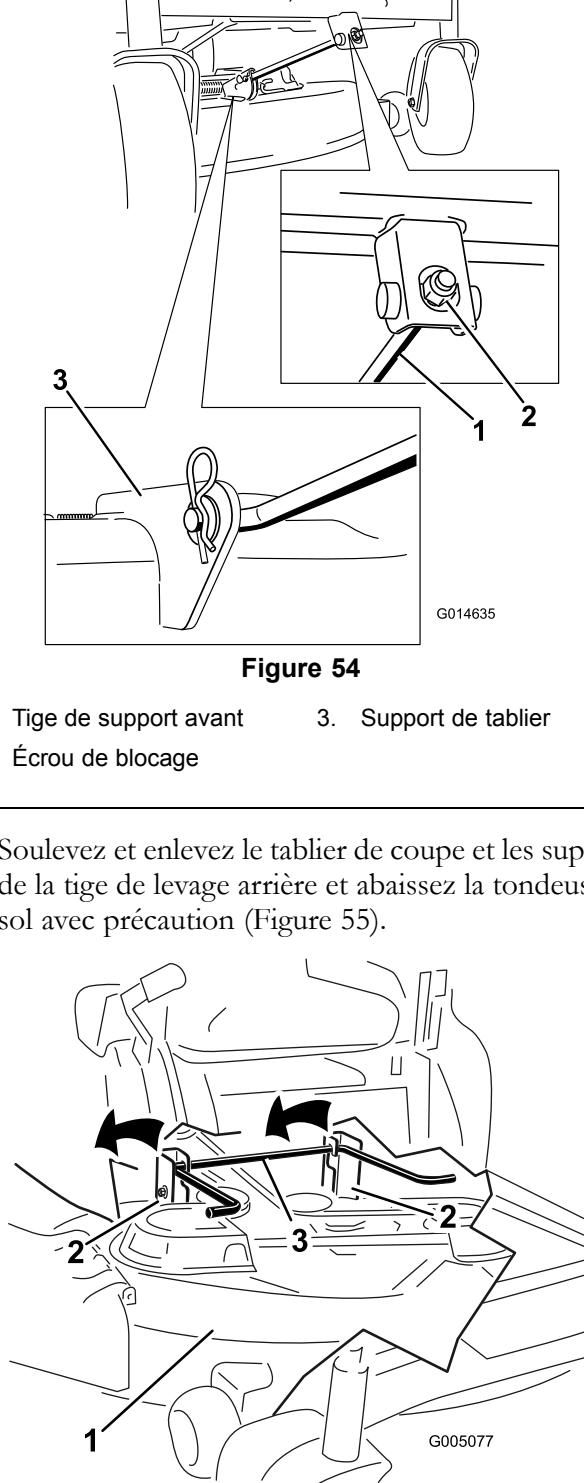

Figure 55
5. Soulevez l'arrière du tablier de coupe et guidez les supports sur la tige de levage arrière (Figure 55).